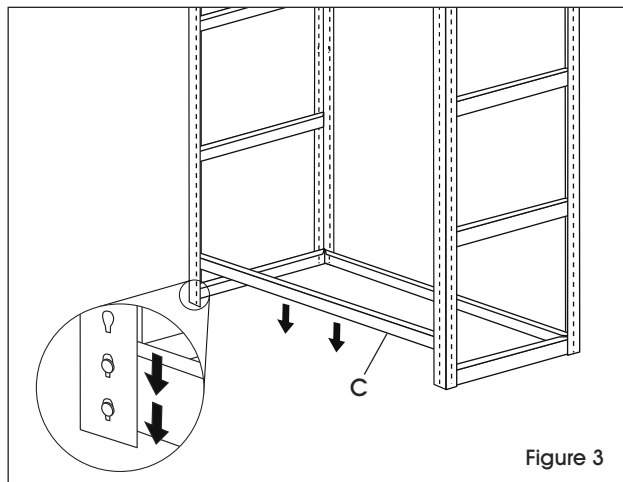

Figure 3
4. Reliez les deux ensembles de montants verticaux en insérant les supports avant/arrière (C) dans le haut et le bas de chaque montant vertical. (Voir Figure 3)
5. Répétez l'étape 4 pour l'installation des autres supports avant/arrière (C).